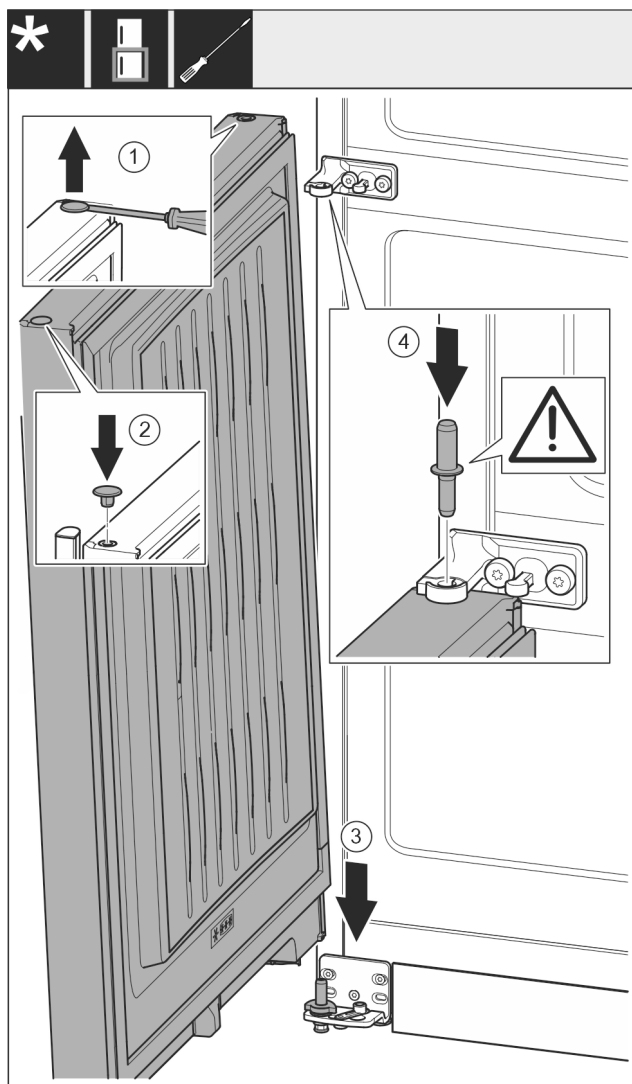

Fig. 24
- ▶ Podważyć ostrożnie zatyczkę Fig. 24 (1) przy pomocy śrubokręta i wyjąć.
- ▶ Założyć zatyczkę Fig. 24 (2) ponownie z drugiej strony drzwi.
- ▶ Założyć drzwi Fig. 24 (3) od góry na dolny trzpień zawiasu.
- ▶ Przełożyć środkowy trzpień zawiasu Fig. 24 (4) przez środkową płytkę zawiasu, wkładając go w dolne drzwi. Zwrócić przy tym uwagę, by krzywka zatraskowa wskażywała do tyłu.